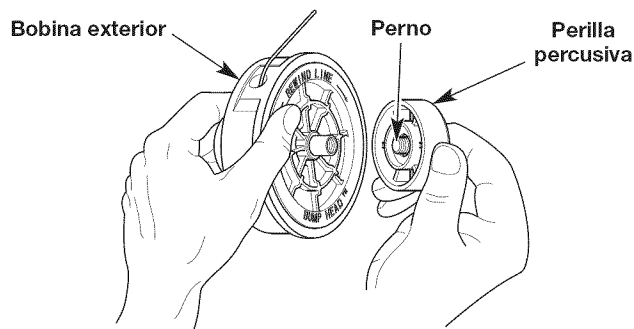

Fig. 9
1. Sostenga la bobina exterior con una mano y desenrosque la perilla percusiva en sentido contrario a las agujas del reloj (Fig. 9).